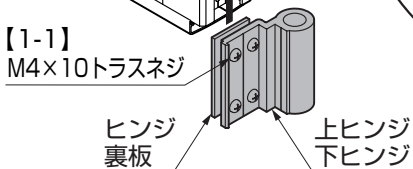

図2-1
- あらかじめヒンジに、ヒンジ裏板を仮組みした状態で吊元枠にスライドさせ、取付けると簡単です。(図2-1参照)